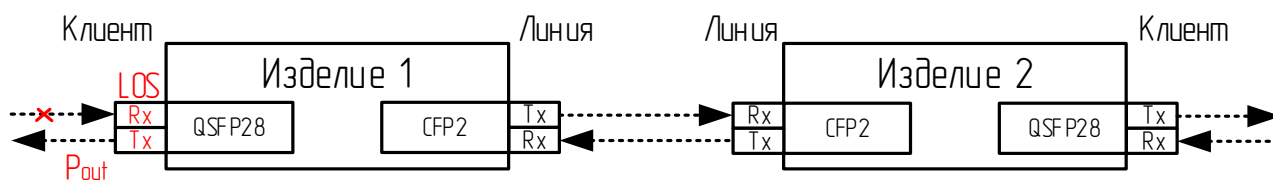

Рисунок 43 – Режим ALS с клиента на клиент
2.4.6.2 Отключение выходной оптической мощности в сторону в клиента при отсутствии мощности на входе клиента (см. Рисунок 43). Установить для параметра *Cl1.ALS.Set* необходимое значение.